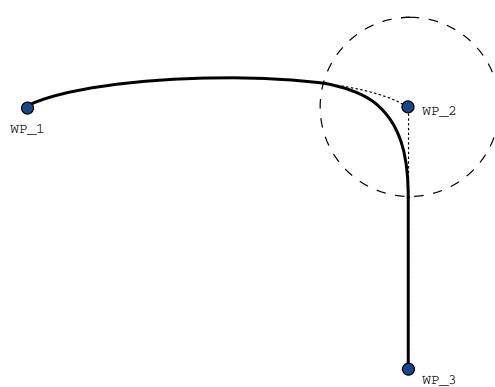

Figura 16.7: União a partir de um movimento no espaço de articulação (MoveJ) para um movimento da ferramenta linear (MoveL).
De diferentes combinações, os itens 2, 3 e 4 resultarão em trajetórias que se mantêm dentro dos limites da trajetória original no espaço cartesiano. Um exemplo de uma união entre diferentes tipos de trajetória (item 2) pode ser visto na figura 16.7.